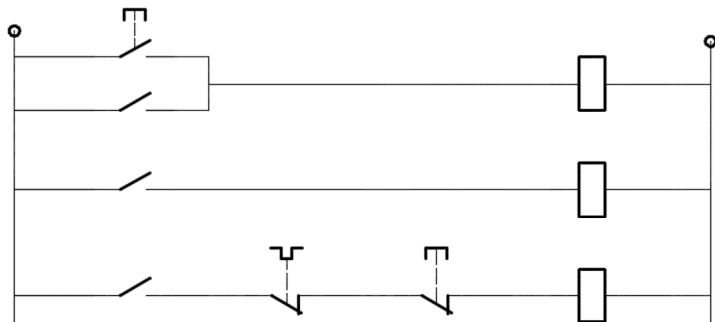

图 12-82 绘制两个小圆
12) 绘制两个小圆并将位于小圆内的线段修剪掉。使用 CIRCLE 命令绘制图 12-82 所示的两个小圆，这两个小圆的半径均为 1。接着单击“修剪”按钮  将位于小圆内的线段修剪掉（为了便于操作，需要局部放大视图）。